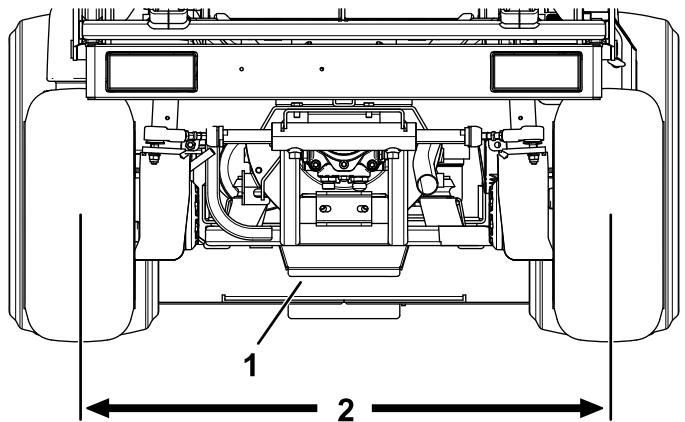

Figura 69
2. Ajuste ambas barras de acoplamiento hasta que la distancia de centro a centro entre las ruedas traseras, por delante y por detrás, sea la misma (Figura 69).